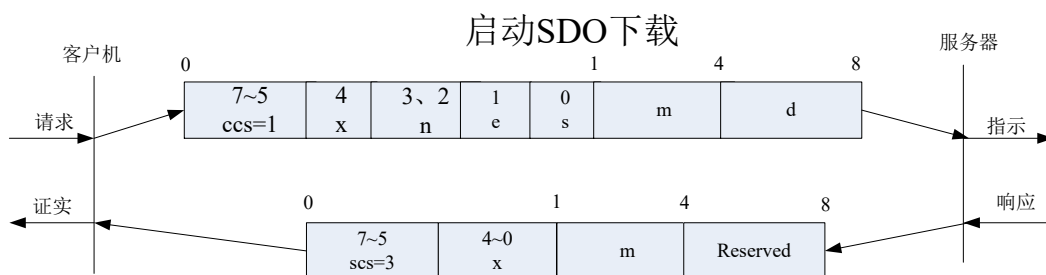

图 I -1 启动SDO下载协议
1) . 启动SDO下载协议（如图 I -1所示）
以下是图 I -1协议的SDO 命令字（SDO CAN报文的第一个字节）语法和细节说明：